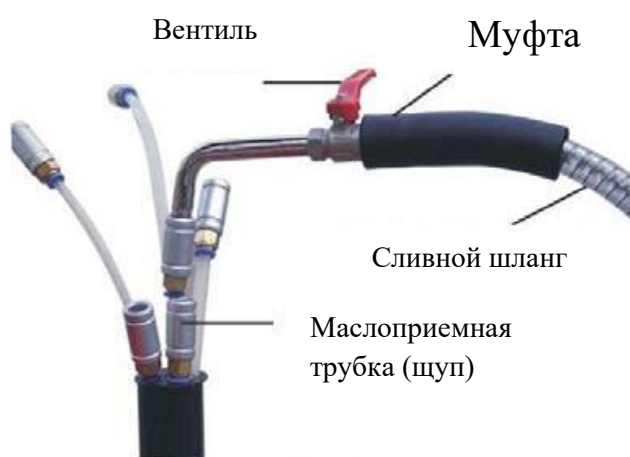

Рис. 5
2. Сначала откройте шаровой вентиль воронкой и (см. рис.5).
3. Откройте шаровой вентиль ③ под воронкой и ① открутите сливную пробку картера двигателя.
5.3.Откачка масла (рис.5)
3. Подключите шланг воздушного компрессора к входному штуцеру для подачи воздуха ① (см.рис.5).
4. Откройте вентиль ② для опорожнения бака.
5. Постепенно открывайте шаровой вентиль ①, увеличивайте давление в баке, отключите воздушный компрессор, как только давление достигает требуемого значения.